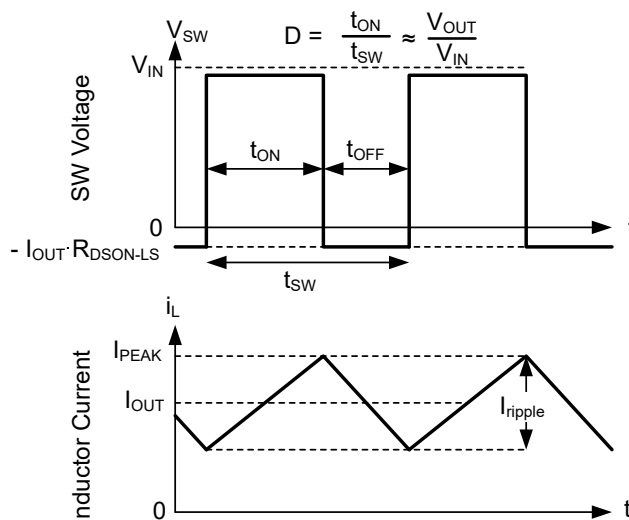

图 7-16. 连续导通模式 (CCM) 下的 SW 电压和电感器电流波形
有关器件的以下运行说明，请参阅节 7.2 和图 7-16 中的波形。在 CCM 中，该器件以变化的占空比 (D) 打开内部高侧 (HS) 和低侧 (LS) 开关，从而提供稳定的输出电压。在 HS 开关导通期间，SW 引脚电压 V_{SW} 摆动至大约 V_{IN} ，电感器电流 I_L 以线性斜率增加。HS 开关由控制逻辑关闭。在 HS 开关关闭时间 t_{OFF} ，LS 开关打开。电感器电流通过 LS 开关放电，这会强制 V_{SW} 通过 LS 开关两端的压降摆动到地电位以下。转换器环路调节占空比以保持恒定的输出电压。D 由 HS 开关在开关周期内的导通时间定义：